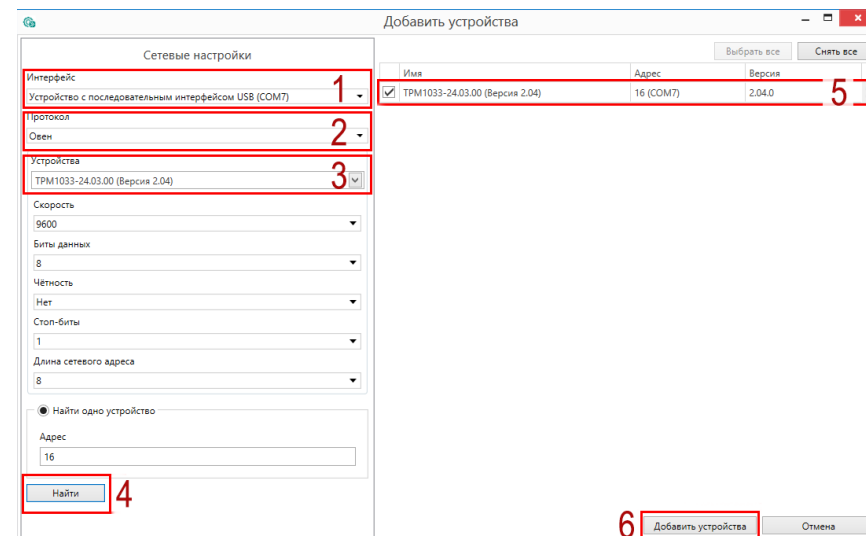

Рисунок 6.1 – Настройки связи с устройством
6. Выбрать интерфейс «Устройство с последовательным интерфейсом USB» (см. рисунок 6.1, 1). Номер COM порта, присвоенный прибору можно узнать в Диспетчере устройств Windows.
7. Выбрать протокол **ОВЕН** (см. рисунок 6.1, 2).
8. Выбрать устройство (Пункт 3 на рисунок 6.1). Модификация прибора указана на боковой стороне прибора.
9. Выбрать «Найти одно устройство», если добавляется один прибор. Запустить поиск нажатием на кнопку «Найти» (см. рисунок 6.1, 4).
10. Выделить найденное устройство (см. рисунок 6.1, 5).
11. Добавить устройство в проект Конфигуратора по нажатию кнопки «Добавить устройства» (см. рисунок 6.1, 6).